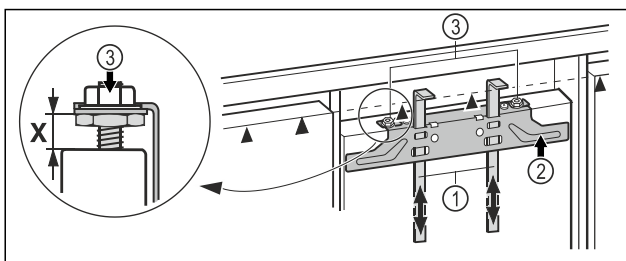

Fig. 16
- Schuif de montagehulp Fig. 16 (1) tot op de hoogte van de meubeldeur. Onderste aanslagkant ▲ van de montagehulp = bovenrand van de te monteren meubeldeur.
- Bevestigingstraverse Fig. 16 (2) middels de borgmoeren Fig. 16 (3) losschroeven.